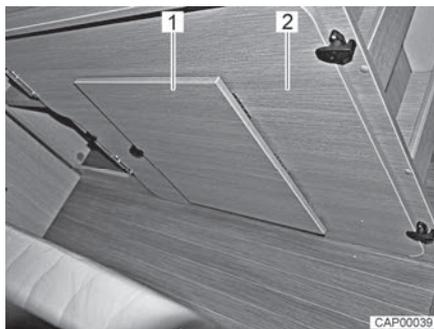

Fig. 42 Tavola di rinforzo sul cassone letto di destra
- Togliere la tavola di rinforzo aggiuntiva (Fig. 42,2) dal cassone letto di destra, in coda.
- Aprire i supporti per piedi (Fig. 42,1) sulla tavola di rinforzo.